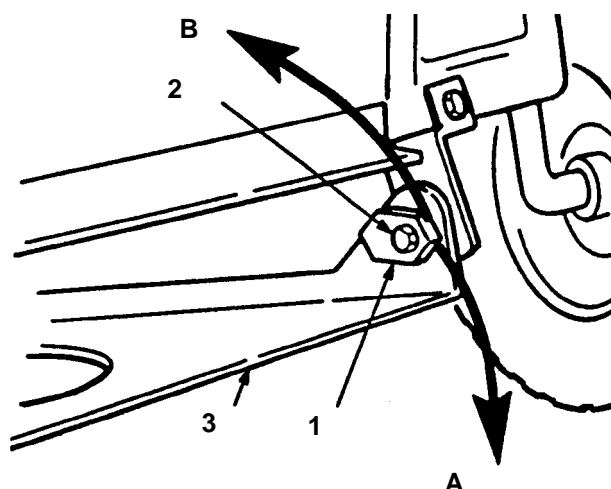

Fig. 52
8. Regolate l'inclinazione longitudinale girando i dadi speciali di registrazione dell'inclinazione su entrambi i lati dell'attacco girevole del tosaerba (Fig. 52).
9. Utilizzate una chiave da 2,54 cm, oppure una bussola, e fate girare lentamente il dado sinistro di registrazione dell'inclinazione verso il basso per sollevare la parte anteriore del tosaerba, e verso l'alto per abbassarla (Fig. 52). Girate il dado di registrazione dell'inclinazione fin quando la parte anteriore del tosaerba è 6,4–15,8 mm più bassa della parte posteriore.